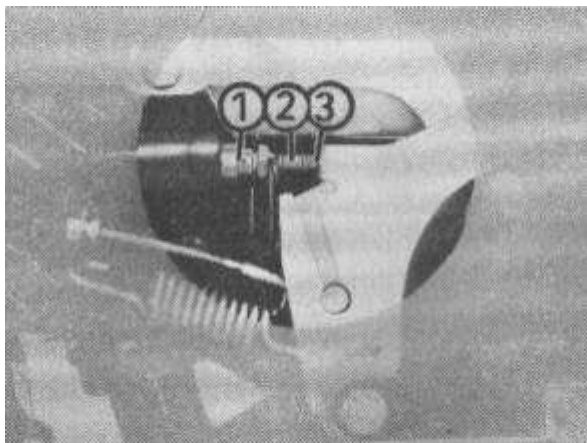

Bild 20. Einstellen des Bremslichtes
- (1) Stellschraube
- (2) Rändelmutter
- (3) Bremslichtschalter für die Vorder radbremse, Einstellung beachten (Bild 20)
- (4) Schutzkappe (zur Abdeckung der Stellschraube und der Rändelmutter)